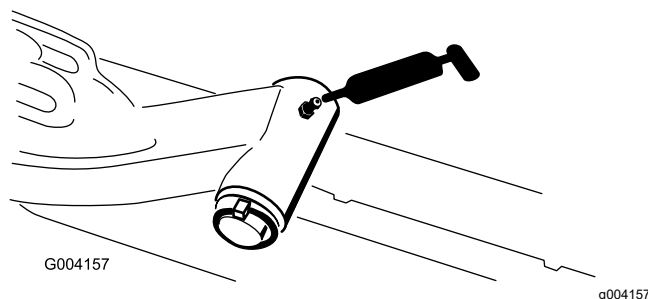

Figura 69
- Brazo giratorio del brazo de elevación (1 en cada) (Figura 69)